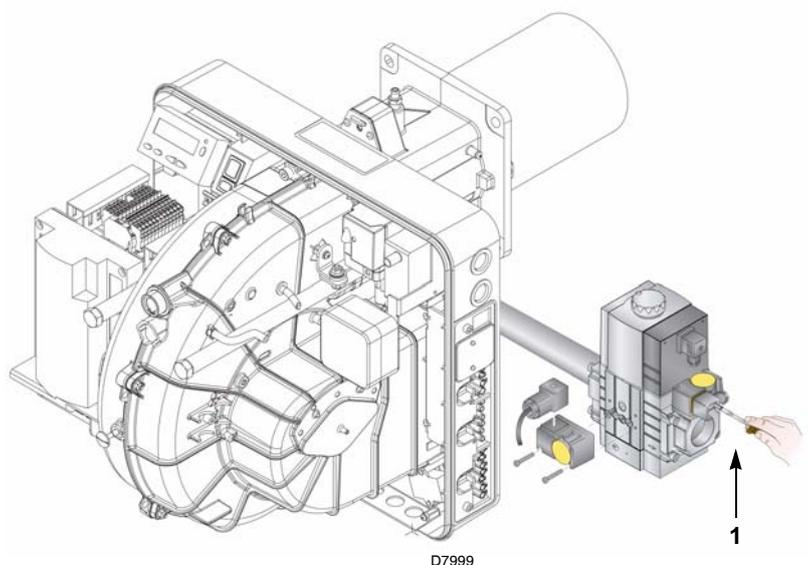

Abb. 26
- Prüfen Sie den Gasversorgungsdruck durch Anschließen eines Druckmessers an die Druckentnahmestelle 1) (Abb. 26) des Minimal-Gasdruckwächters: er muss geringer als der maximal zulässige Druck der Gasarmatur sein, der auf dem Kennschild der technischen Daten angegeben ist.
- Entlüften Sie die Leitung der Gasarmatur, indem Sie eine Kunststoffleitung an die Druckentnahmestelle 1) (Abb. 26) des Minimal-Gasdruckwächters anschließen. Führen Sie die Entlüftungsleitung aus dem Gebäude, bis der Gasgeruch wahrnehmbar ist.